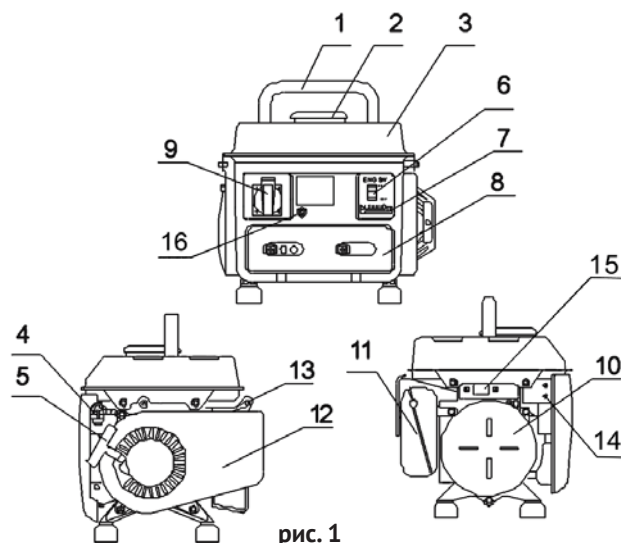

рис. 1
ратора. Передача осуществляется через коническое сопряжение ротора генератора и вала двигателя. При этом образуется самоцентрирующаяся трёхопорная схема соединения. С обмоток статора генератора напряжение подводится: через систему стабилизации на розетку переменного тока (рис.1 поз.9); через выпрямительный блок на розетку постоянного тока (рис.1 поз.15).
2.4 Общий вид бензогенератора представлен на рис.1
3.1 Переносной автономный бензогенератор относится к классу генераторных установок переменного тока, с приводом от двигателя внутреннего сгорания общего назначения. Механическая энергия, выработанная бензиновым двигателем (рис.1 поз.12) внутреннего сгорания, преобразуется генератором (рис.1 поз.10) в электрическую энергию со стандартными характеристиками сети переменного тока: напряжение – 220 В, частота – 50 Гц. От неё питаются бытовые приборы при отсутствии стационарной электросети. Кроме того генератор преобразует энергию в сеть постоянного тока (12 В), которая используется для зарядки автомобильных (и других) аккумуляторов.